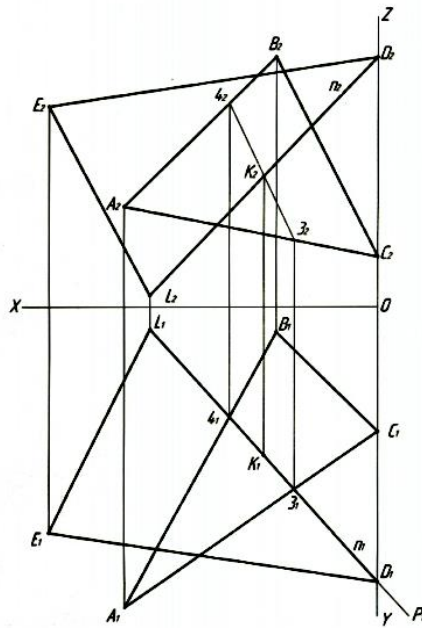

Рис. 3. Построение точки K — точки встречи перпендикуляра n с плоскостью $R(ABC)$ и нахождение точки L
3. Построить точку K — точку встречи перпендикуляра n с плоскостью $R(ABC)$ [$K = n \cap R(ABC)$]. Завершить построение треугольника DEL , построив точку L . Точка L принадлежит перпендикуляру n [$L \in n$]. Точка D симметрична точке L относительно плоскости $R(ABC)$ [$DK \cong KL$] (рис. 3).
Получив точку K , мы можем построить точку L . Так как, точка D симметрична точке L относительно плоскости треугольника ABC , то откладываем $KL=DK$. Сначала строим горизонтальную проекцию L_1 , а затем с помощью ЛПС находим фронтальную проекцию L_2 или наоборот (рис. 3).